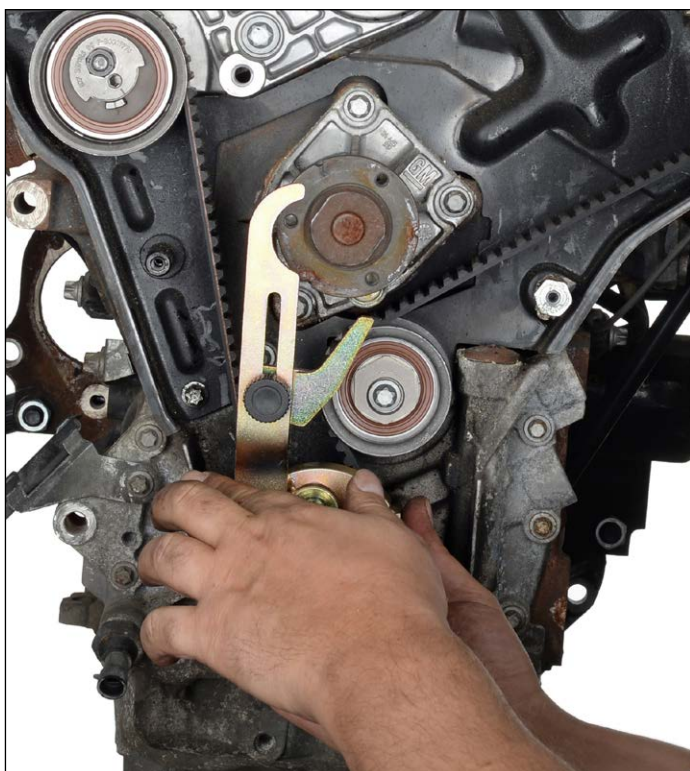

Fig. 2
2. Fixar a ferramenta de bloqueio para a cambota OE (KM-800-10) na roda da cambota (Fig. 2) e rodar a cambota lentamente no sentido de rotação do motor até a alavanca da ferramenta de bloqueio ficar encostada à bomba de água (Fig. 3). Agora, os entalhes das rodas da árvore de cames têm de ficar alinhados com as entalhaduras na proteção da correia dentada traseira e a cambota tem de ficar alinhada com o seu entalhe e a entalhadura na caixa inferior na posição das 6 horas (Fig. 4).